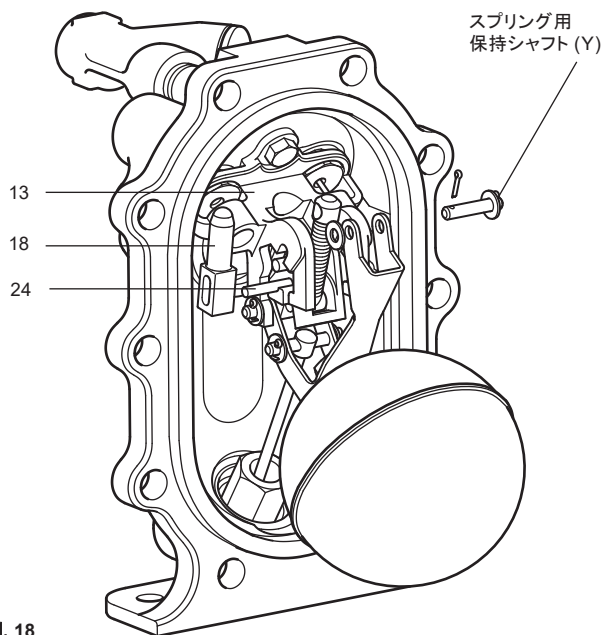

図. 18
4. スプリット・ピン、ワッシャーをスプリング保護用シャフト(Y)(図18を参照)から取り外します。
8. 排気弁用コンプレッション・スプリングは小さいので、紛失したり傷つけないよう注意して、アクチュエーター・アームの舌部(図18の部品番号24)から排気弁を離すように静かに回転させます。